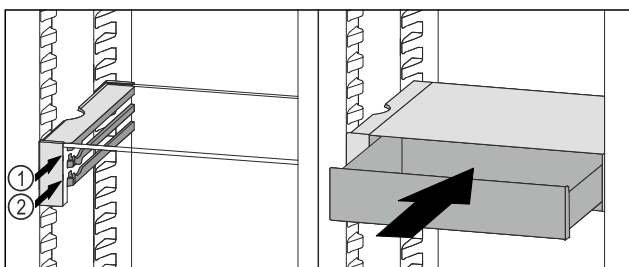

Fig. 124
- ▶ Встановити висувний ящик VarioSafe за стопорами на потрібне ребро Fig. 124 (1) або Fig. 124 (2).